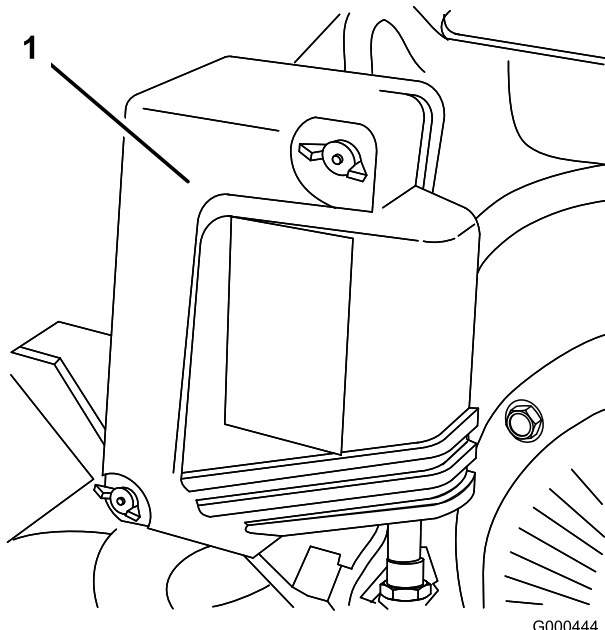

Bild 21
2. Nehmen Sie die Flügelschrauben ab, mit denen die Luftfilterabdeckung am Luftfilter befestigt ist. Nehmen Sie die Abdeckung ab. Reinigen Sie die Abdeckung gründlich (Bild 21).